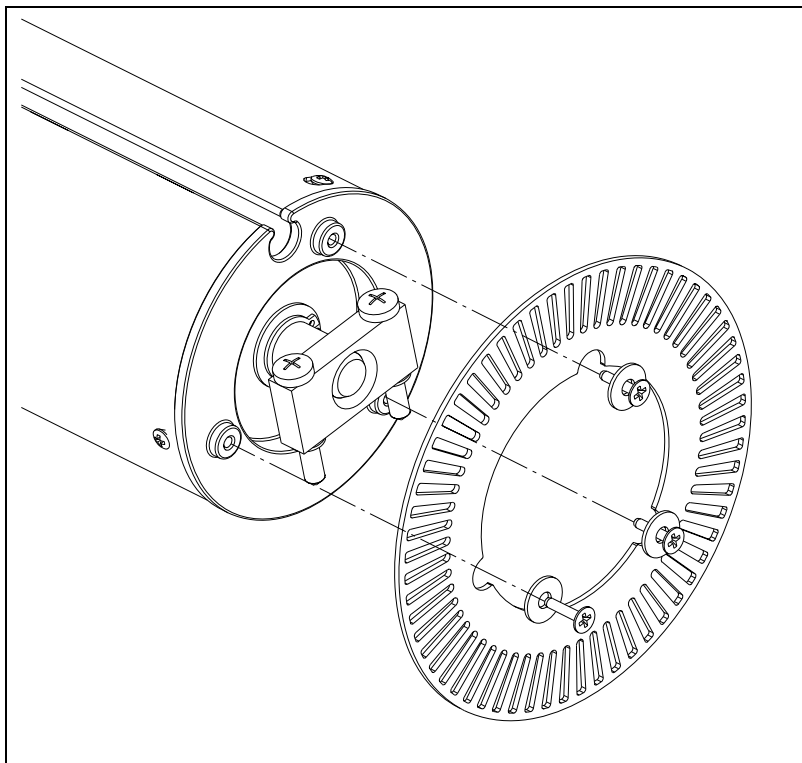

Bild 9: Austausch Geberscheibe
- Tuchwelle ausbauen und Geberscheibe austauschen (siehe Bild 9).